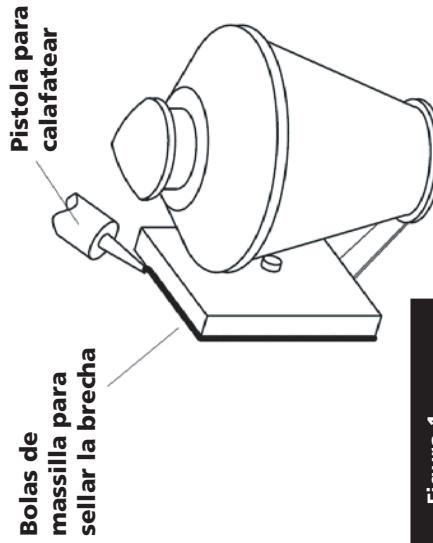

Figura 1
- Conecte el cable de alimentación positiva (**A**) (normalmente negro o la cara lisa, sin marcas del cable de dos conductores) de plomo accesorio positivo (**B**) con un giro de tamaño adecuado en el conector - Vea la **Figura 1 y 2**.